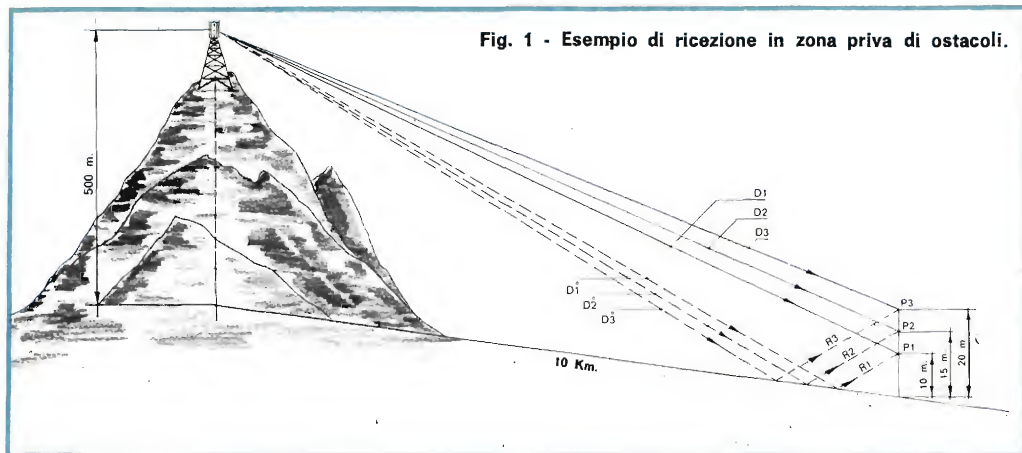

Fig. 1 - Esempio di ricezione in zona priva di ostacoli.
**La stratificazione del segnale.** Con l'aiuto della fig. 1, che si riferisce al caso partico-
minio di tre piani dovrebbe fare di tutto per svincolarsi dal punto critico di minimo segnale, che si trova a circa 15 m. Senza addentrarci in particolari matematici, diremo soltanto che, con le distanze indicate nella *fig. 1* e per la frequenza di circa 200 MHz che abbiamo considerato, se si esplorasse con un misuratore di intensità di campo lungo la verticale si troverebbe un segnale scarsissimo, teoricamente nullo, raso terra che va gradatamente aumentando man mano che ci si solleva. All'altezza di 7,5 m il segnale raggiungerebbe un valore massimo, dopo di che, continuando a salire, comincerebbe a decrescere riducendosi ad un valore minimo, di nuovo teoricamente nullo, all'altezza di 15 m.
Tornando al caso della *fig. 1*, infatti, poiché il quarto di lunghezza d'onda del canale G è di circa 37 cm, se si moltiplica tale lunghezza per il rapporto 10.000/500 (distanza in metri/dislivello in metri), si ottengono appunto circa 7,5 m.